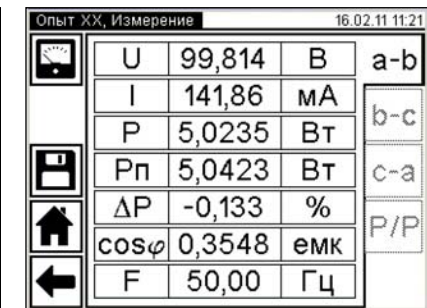

Рисунок 6.45
11) Якщо в п. 6 цього розділу вибрано "Внешний" (нерегульоване джерело), після завершення вимірювання на екрані з'явиться вікно з результатами вимірювання (рисунок 6.45).
12) Якщо в п. 6 цього розділу вибрано "Регулятор", то після завершення вимірювання на екрані з'явиться вікно «Сброс напряжения» (рисунок 6.46) з вимогою зняти напругу на виході зовнішнього джерела. Ручкою регулятора плавно знизити напругу джерела до нуля, після чого на екрані з'явиться вікно з результатами вимірювання (рисунок 6.45).